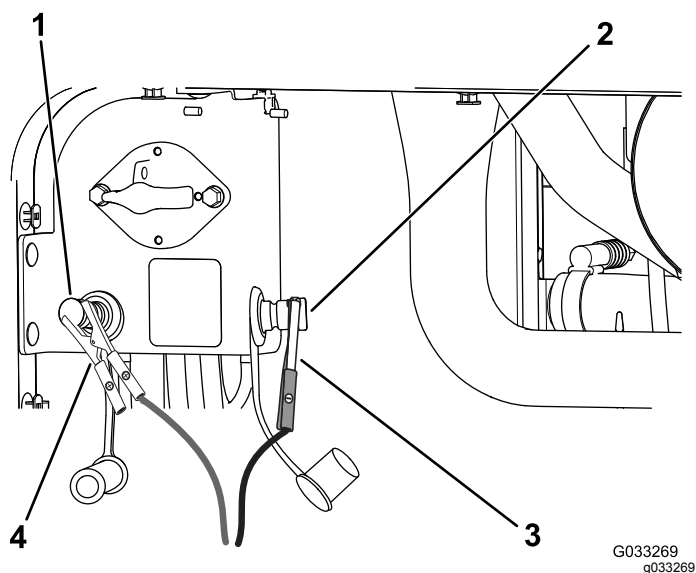

図 98
4. バッテリーチャージャののプラス端子をプラスのジャンプ端子に接続する 図 98。
5. バッテリーチャージャのマイナス端子をマイナスのジャンプ端子に接続する 図 98。
7. 充電が終わったら、充電器のプラグをコンセントから抜いてから、充電用のリード線をジャンプ端子から外す 図 98。